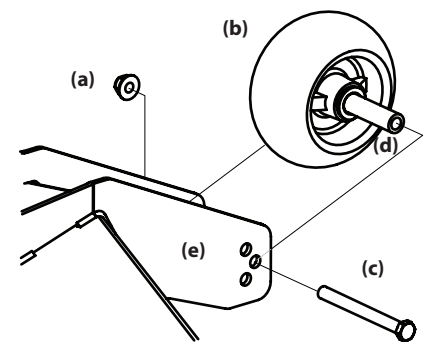

Figure 4-10
- Retirez l'écrou autobloquant (a) qui sert à retenir la roue de jauge avant (b) au plateau de coupe. Enlevez la roue antidégazonnement avant (b), le boulon (c) et l'entretoise (d). Voir Figure 4-10.